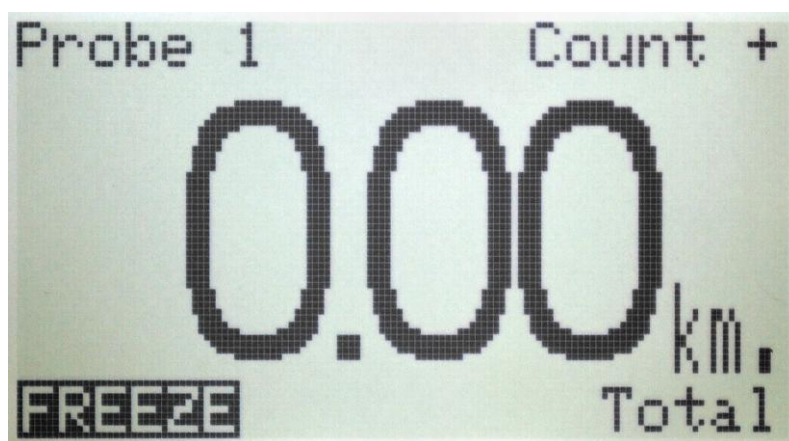

Figura 1 - Ilustración de la pantalla – Modo normal
Una vez que el T101 se ha inicializado, la pantalla se parecerá a la ilustración de la figura 1. El centro de la pantalla muestra el contador de distancia (3) y las unidades (4) [millas o Kms] en las que se ha calibrado la unidad.